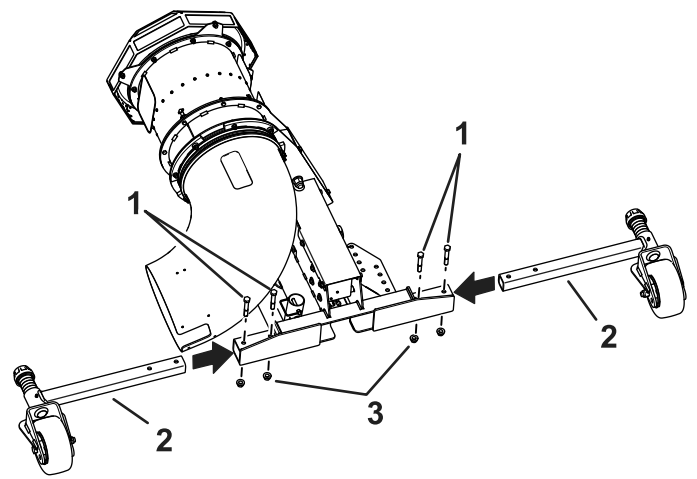

Figure 4
5. Montez les roues pivotantes sur la machine à l'aide de 4 boulons ($\frac{1}{2}$ " x $3\frac{1}{2}$ ") et 4 contre-écrous ($\frac{1}{2}$ "); voir Figure 4.